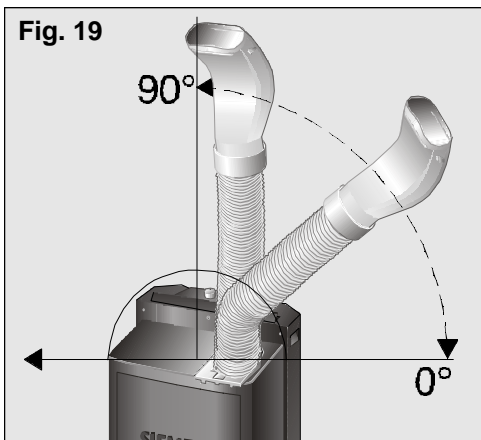

Fig. 21
- Situe um recipiente na saída do tubo e retire o tampão para apanhar a água condensada, **Fig. 21**.